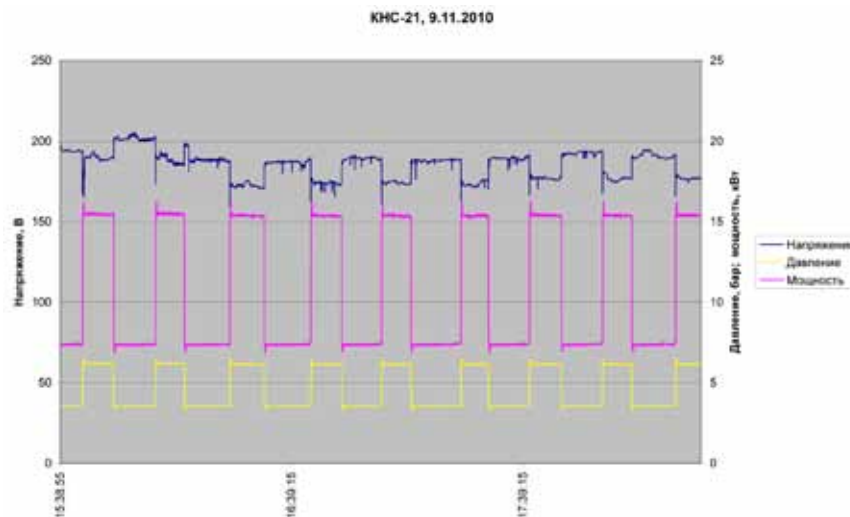

Рис. 1
**КНС № 21** построена по стационарному горизонтальному варианту, с приемным колодцем, на базе насосов сухой установки. Насосы разделены на три группы агрегатов. Первая группа – соединенные гидравлически последовательно насосы № 1 и № 2, вторая группа – соединенные гидравлически последовательно насосы № 3 и № 4, третья группа – один резервный. Установленная мощность электродвигателей насосов – 22 кВт. Алгоритм работы традиционный – по уровням. При низком уровне работает один (основной) насос, при превышении установленного значения подключается второй насос, который работает до необходимого снижения уровня. При обследовании канализационной станции были получены результаты, приведенные на диаграмме рис. 1.